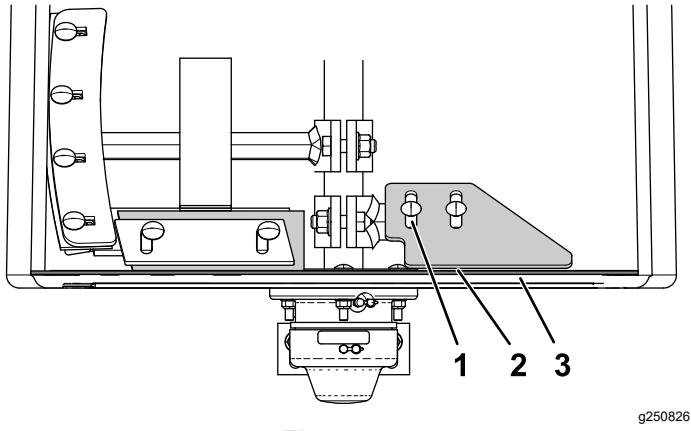

Figura 75
2. Afloje los pernos de cabeza redonda y las contratuerca prensadas que sujetan la paleta de extremo ajustable a la paleta fija. (Figura 75)